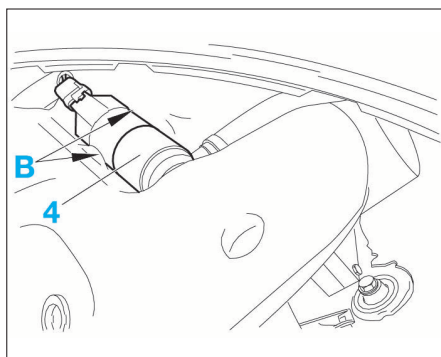

FIG. 18
- Vidanger le réservoir de liquide de lave-glace (1) en déposant la pompe électrique (2) en "A".
- Véhicules équipés de lave-projecteurs, déposer la pompe électrique (4) en "B" (Fig.18).